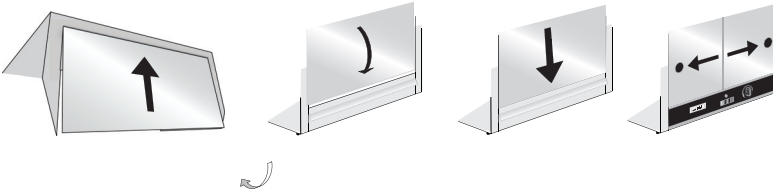

fig. 1
2. Pegue no painel indicador de vidro e levante-o num ângulo encaixando-o no encaixe superior na parte detrás da unidade **[fig. 1]**.